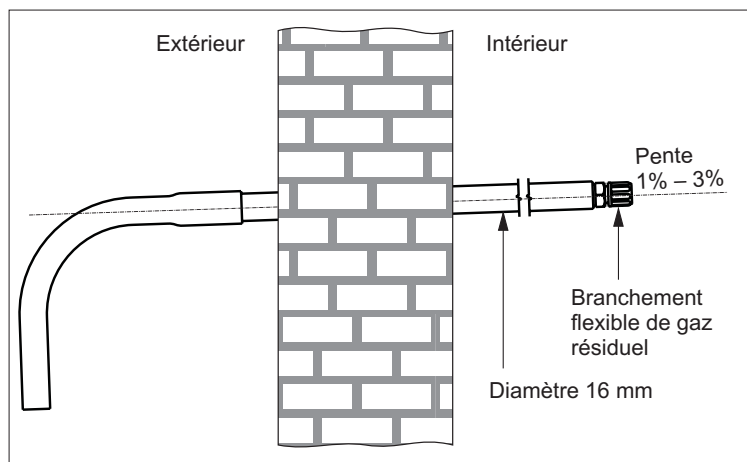

Fig. 5: Traversée de mur - pose dans un mur extérieur (représentation schématique)
- Si le flexible de gaz résiduel est mené à l'air libre à travers un mur extérieur, il doit présenter un diamètre plus important à proximité du mur et traverser le mur avec une pente (fig. 5). SEWERIN propose une traversée de mur adaptée dans ses accessoires.
12. Respectez les instructions du chap. 4.1.2, notamment de la fig. 5 si le flexible de gaz résiduel traverse un mur extérieur pour aller à l'air libre.